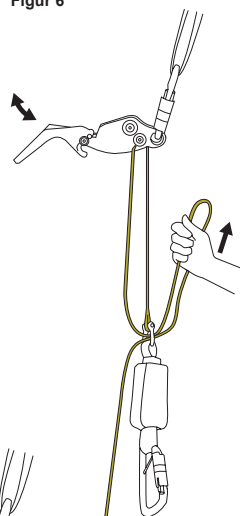

Figur 4
4. Løsne karabinkroken fra forankringsstroppen. Legg forankringsstroppen rundt en konstruksjon og inn i karabinkroken, se figur 1:A eller 1:B. Forankringen må tåle en belastning på 12 kN (EN795). Fest **Smartline X** som vist i figur 4.